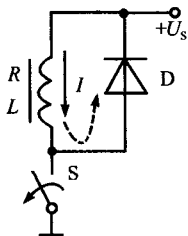

图 15-5
(4) 续流电路: 电路如图 15-5 所示。当开关 S 闭合时, 二极管 D 截止, 线圈中流过电流 I 。在开关 S 断开瞬间, 电流不能突变, 二极管为其提供继续流动的通路, 故称续流二极管。若无此二极管, 则线圈的自感电动势将可能使开关被击穿而损坏。二极管还可实现峰值采样, 隔离和削波等作用, 不一一列举。